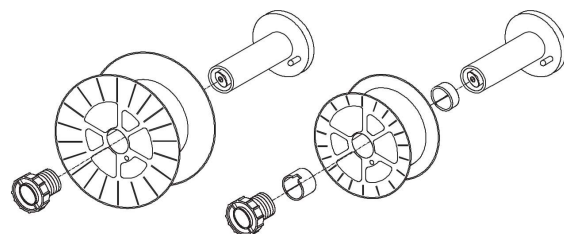

Bild 2
- Falls dies für die zu installierende Spule erforderlich ist, montieren Sie das Distanzstück wie in Abbildung 2 gezeigt.